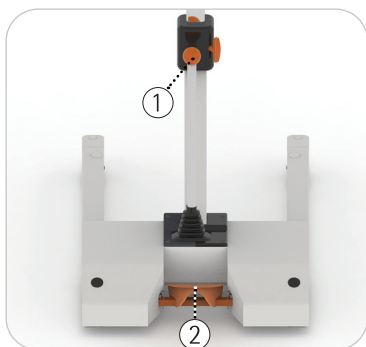

Fig. 4.14
veja Fig. 4.14 Para operar, puxe a alavanca de comando (1), levemente, para trás para liberá-la da posição travada.